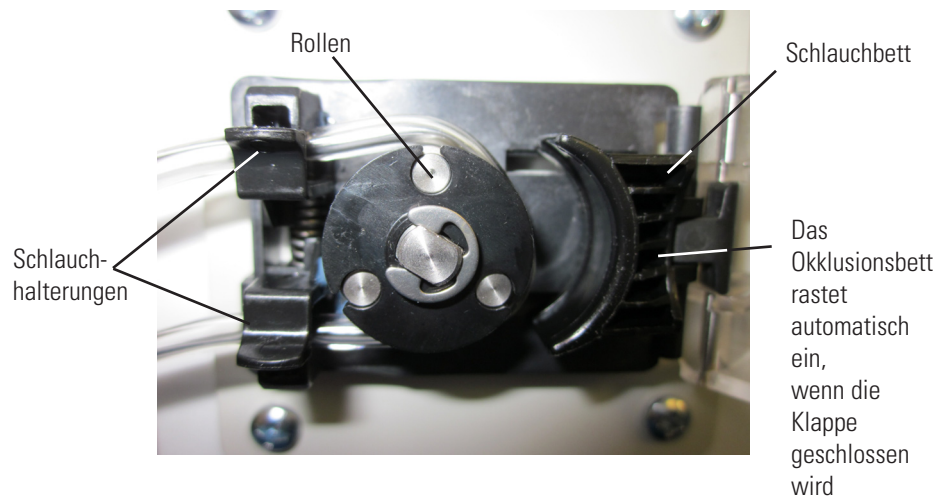

Abbildung 2-1. Klappe offen – Okklusionsbett hat keinen Schlauchkontakt
1. Entfernen Sie die 4 Schrauben (siehe Abbildung 2-1) an der Vorderseite des Geräts, mit denen die Pumpen-Befestigungspatte festgehalten wird. Legen Sie die 4 Schrauben zur späteren Montage beiseite.
3. Einschlußbett Mitteilungen automatisch, wenn die Tür geöffnet wird, Abbildung 2.1.